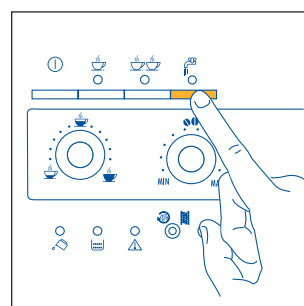

Fig.21
- Premere il tasto  (fig. 21). La spia  si accende per indicare che la funzione è stata selezionata.
- Premere il tasto  (fig. 21). (Si consiglia di erogare acqua calda per non più di 2 minuti di seguito).